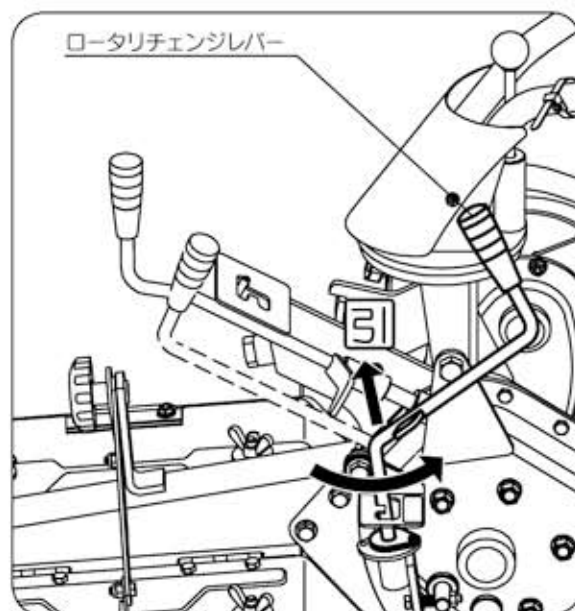

図61
- ロータリチェンジレバーを上へ引きながら回すことで、向きを変えることができます。(図61)